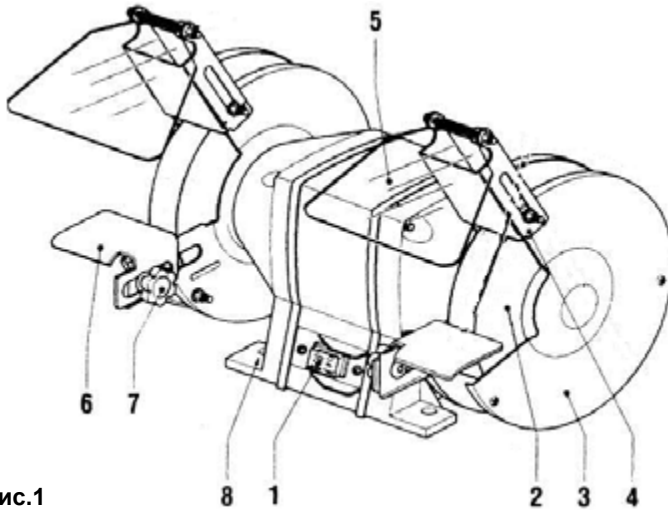

Рис.1
- Сделайте на верстаке разметку под монтажные отверстия (8, рис.1).